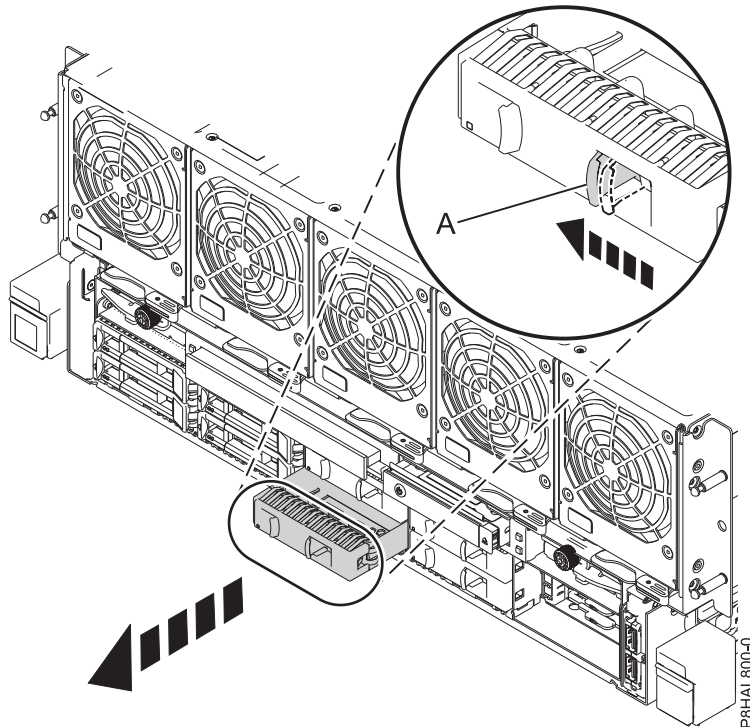

図 2. 8408-44E または 8408-E8E システムからのディスク・ドライブ・フィラーの取り外し
- a. フィラーのハンドルのロック **(A)** を、図 2 に示されている方向に押します。